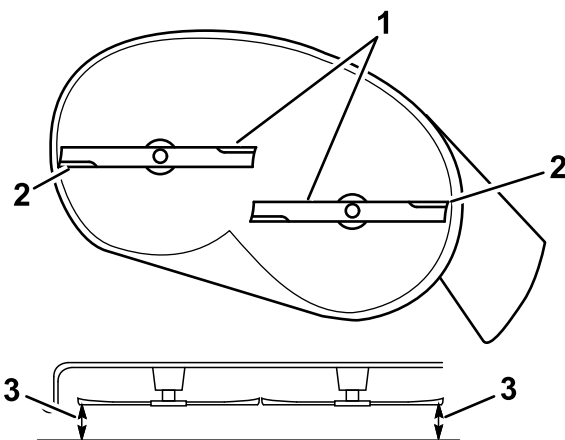
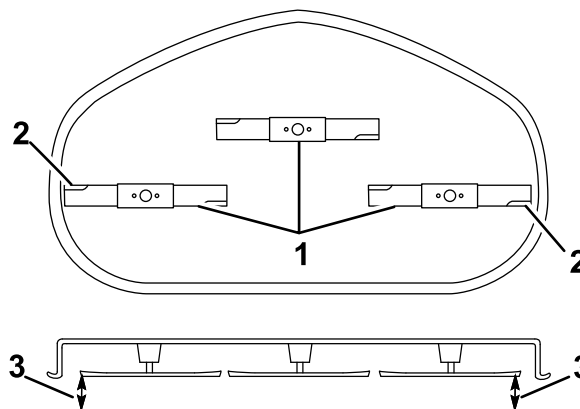

Bild 63
Bild 64
5. Messen Sie den Abstand zwischen den äußeren Schnittkanten und der ebenen Oberfläche (Bild 63 und Bild 64).